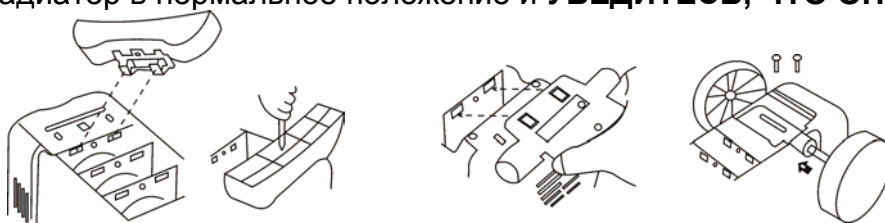

рис. 1
- Установите ножку на переднюю часть дна радиатора и закрепите винтом (рис. 1).